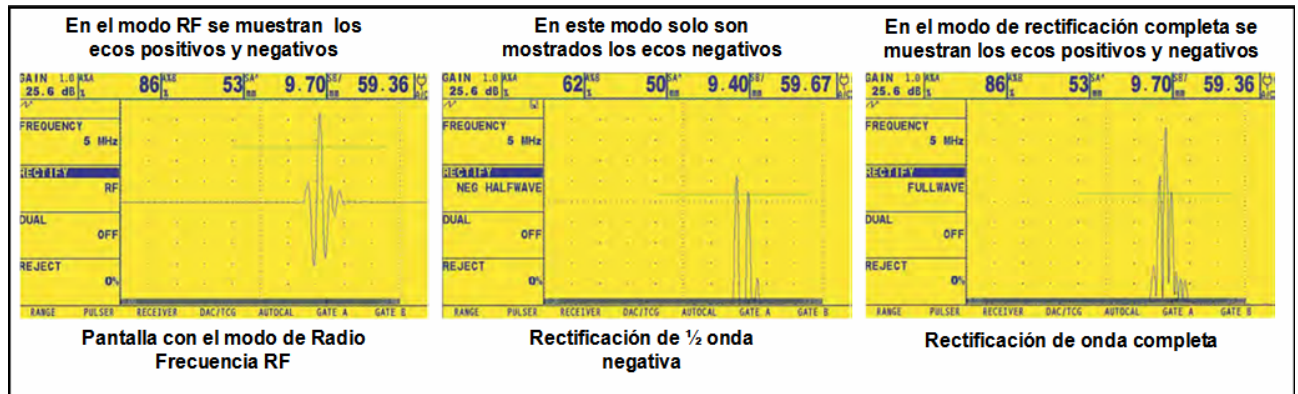

Figura 12: Señales de RF y rectificación
La orientación de los efectos de la rectificación del Barrido A en la pantalla. El Barrido A representa el pulso del sonido (es decir, el eco) que regresa al instrumento del material de prueba. La serie de ecos que aparece en la de Radio Frecuencia (RF) se muestra en la Figura 12 a continuación.
- Rectificación mitad negativa, significa que sólo se muestra la parte inferior (es decir, ecos negativos) la mitad de la señal de RF (véase la Figura 12). Note que, aunque se muestra sólo la mitad negativa de la señal de RF, se muestra en la misma orientación como un elemento positivo para simplificar la vista.
- Rectificación de onda completa combina las señales positivas y negativas juntas, y muestra a ambos en una orientación positiva (véase la Figura 12).